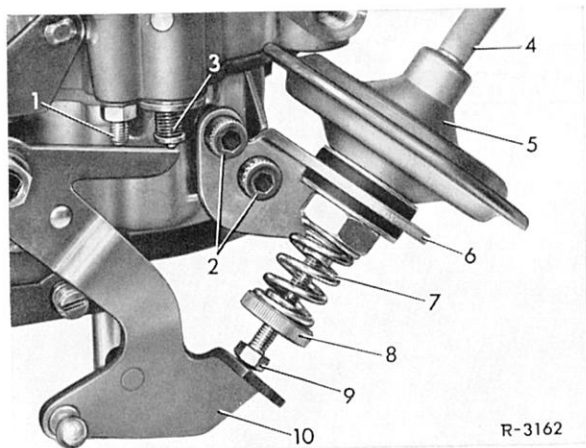

Bild 00-24/2
Regulierstange (16) bei laufendem Motor mit dem Kugelkopf so einstellen, daß die Regulierstange im ganz ausgezogenen Zustand eingehängt werden kann. Der Betätigungshebel (8) muß dabei am Leerlauf-Anschlag anliegen (Bild 00-24/1).
Bei abgestelltem Motor Sechskantschraube (9) der Unterdruckdose so weit herausschrauben, bis über den Betätigungshebel (10) das Belüftungsventil (3) noch 0,5–1 mm angehoben wird (Bild 00-24/2).